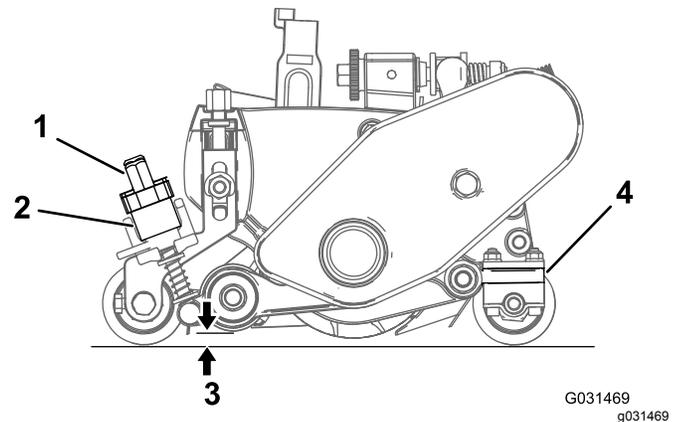

Figura 26
- A. Rode as alavancas de elevação rápida (Figura 26) para a posição de FUNCIONAMENTO (o manípulo aponta para a parte dianteira da unidade de corte).
- B. Na extremidade do cilindro do rastelo, meça a distância que vai da ponta da lâmina mais baixa do dispositivo até à superfície de funcionamento (Figura 26). Rode o manípulo de ajuste da altura (Figura 26) para levantar ou baixar a ponta da lâmina do rastelo, até à altura desejada.